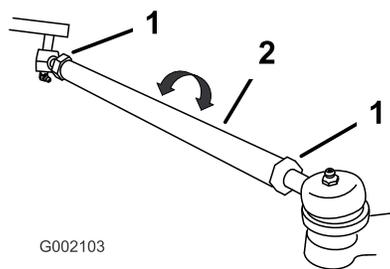

Figure 33
4. Si les mesures ne sont pas comprises entre 0 et 6 mm, desserrez les écrous de blocage aux deux extrémités des biellettes (Figure 33).